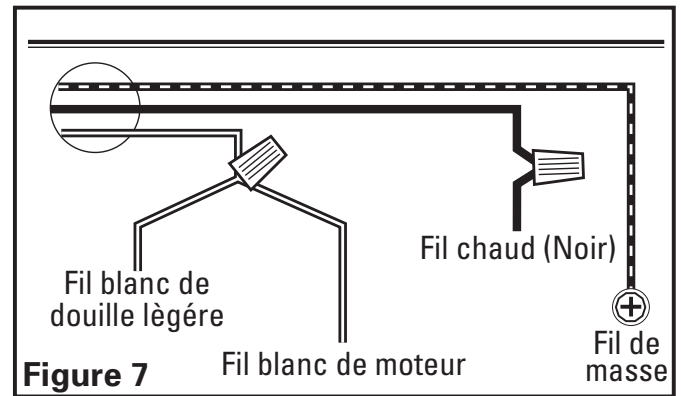

Figure 7
1. Connecter les deux fils lâches Blancs de la hotte de cuisine au fil Blanc de l'alimentation, et le fil lâche Noir de la hotte au fil Noir de l'alimentation. Connecter le fil de mise à la terre (vert ou dénudé) de l'alimentation à la vis verte de mise à la terre de la hotte. Utiliser des méthodes de connexion approuvées pour toutes les connexions (**Figure 7**).